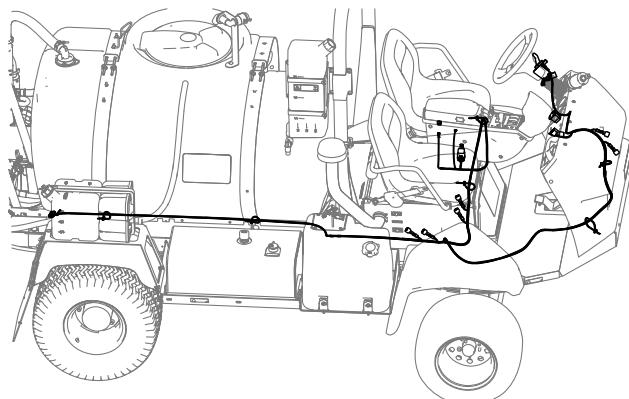
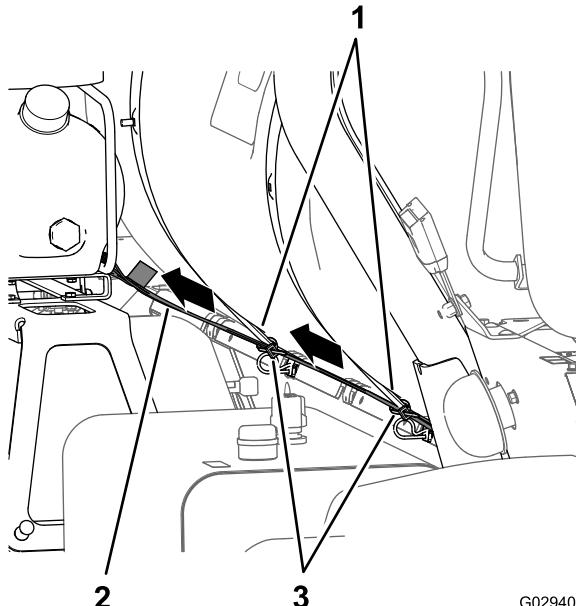

図 8
図 9
1. ワイヤハーネスのうち、コンプレッサ用の 236cm の枝4ソケットコネクタがついているを探し出し、これをスプレーヤのタンクに沿って 図 8 と 図 9 に示すように車体後部へ導く。